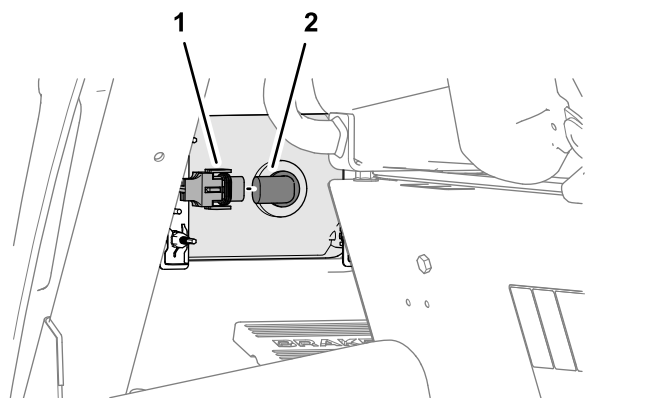

Bild 142
6. Verbinden Sie den Scheinwerferanschluss des Maschinenkabelbaums mit dem Anschluss der Scheinwerferlampe (Bild 142).